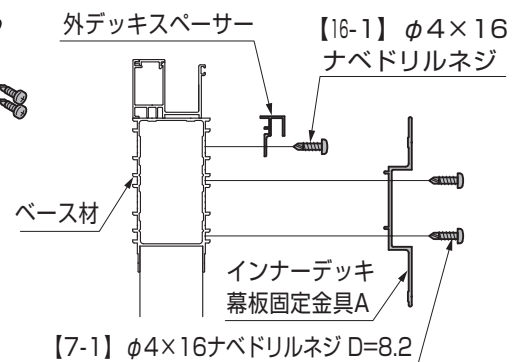

図2-4
- ①外デッキスペースを正面側と側面側それぞれのベース材に【16-1】で取付けてください。
- ②インナーデッキ幕板固定金具Aを図2-3、図2-4を参照してベース材に【7-1】で取付けてください。